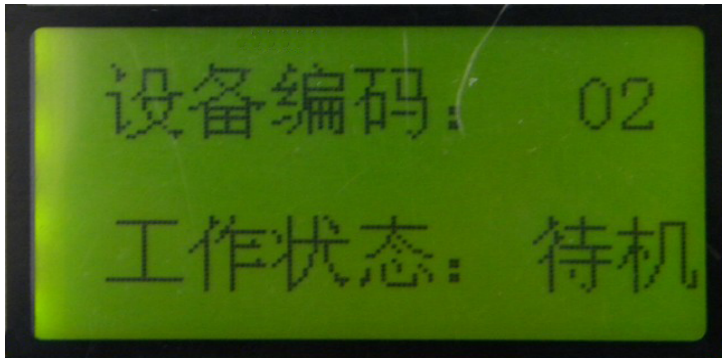

图 5 发送器待机界面
- (2) 闭合面板上的开关，发送器 LCD 显示待机界面。如图 5 所示，上电正常。
- (1) 电源接线方式。将带测试夹的电源线按零线(黑色线)、A相(黄色线)顺序接到变台附近电源上，注意 B相(绿色线)与 C相(红色线)不要接入电源，单相使用时火线只能使用 A相(黄色线)。
- (2) 闭合面板上的开关，发送器 LCD 显示待机界面，如图 5 所示，上电正常。